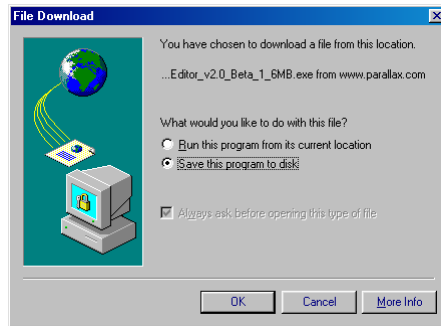

Figura 1-10
- ✓ Quando appare la finestra mostrata in Figura 1-10, selezionate: *Save this program to disk*.